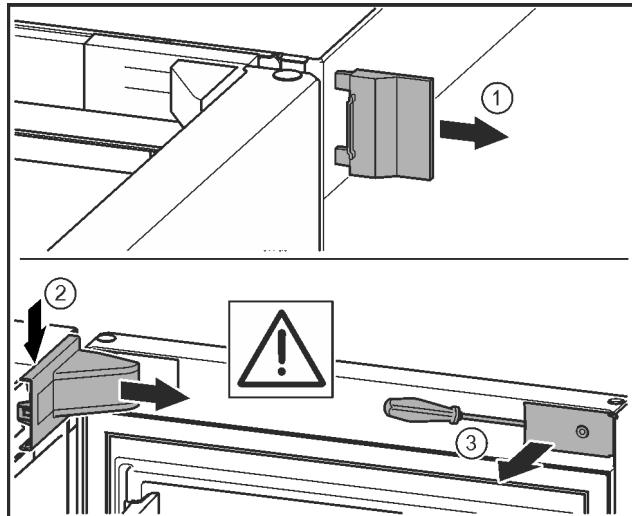

Fig. 21*
- Снять внешнюю крышку. Fig. 21 (1)
- При помощи отвертки освободить крышку опорного кронштейна и отсоединить. Снять крышку опорного кронштейна. Fig. 21 (2)
- Шлицевой отверткой вывести накладку из зацепления и отвести в сторону. Fig. 21 (3)